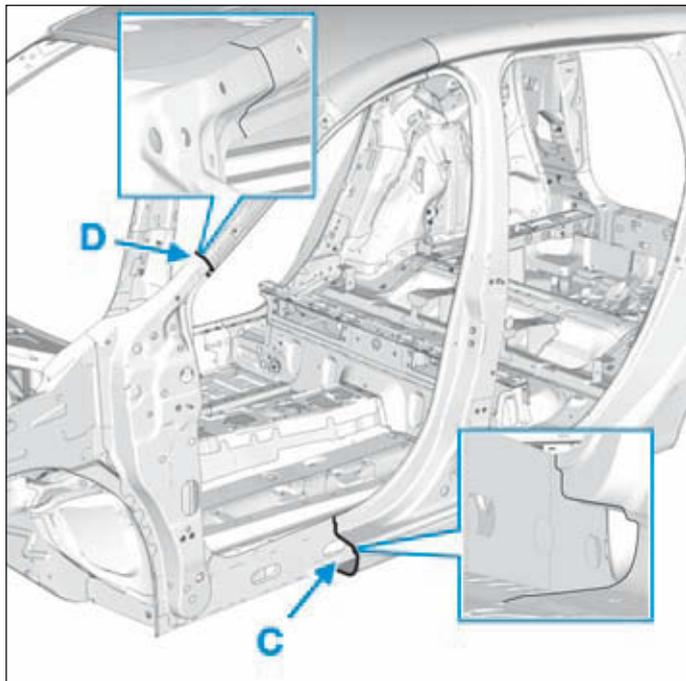

FIG.65
- Tenir compte du détail de coupe (Fig.65).